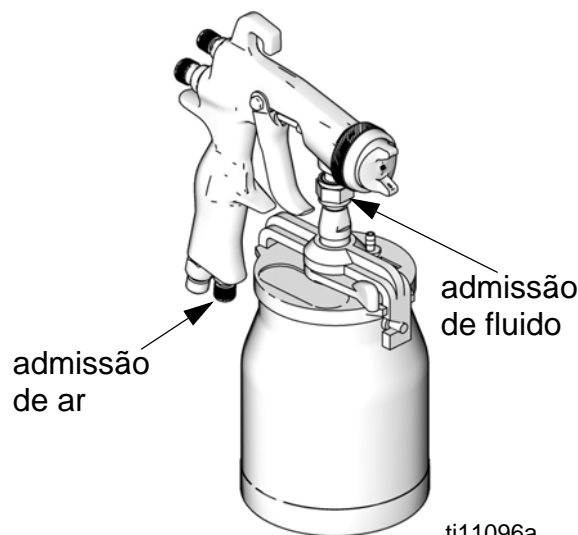

FIG. 1
4. Ligue uma fonte de ar limpo, seco e filtrado ao acessório de admissão de ar. Ver a FIG. 1